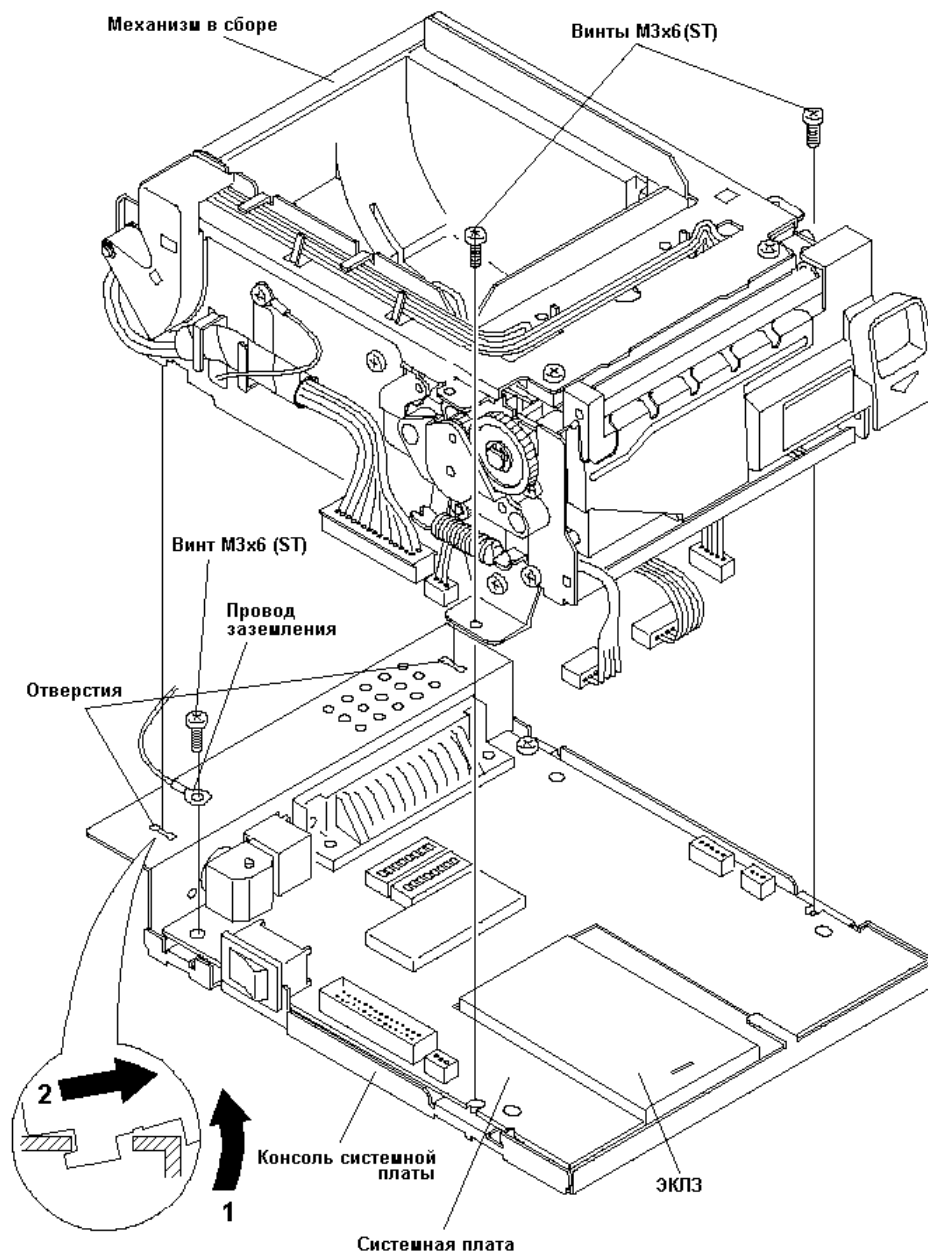

Рисунок 7 Механизм ККМ
1. Открутите два винта, которыми механизм ККМ крепится к системной плате и консоли системной платы (см. Рис. 7).
Внимание: Внешний вид и расположение элементов на системной плате, изображённой на Рис. 7, может не соответствовать действительности.